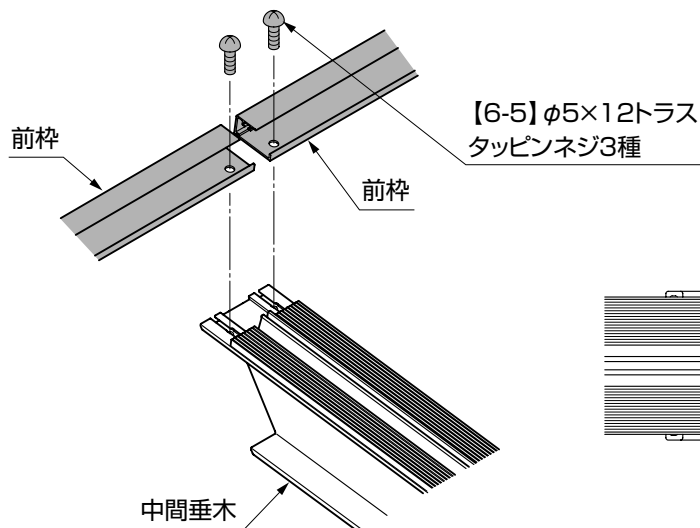

図5-5
- ①前枠と前枠の間にすき間がないように垂木に【6-5】で取付けてください。(図5-5参照)